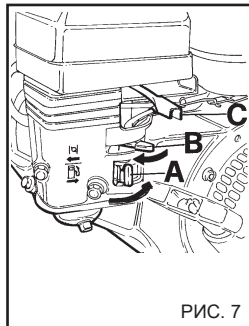

РИС. 7
1) Установите рычаг топливного крана А в положение ON – открыт, рис. 7А.
2) Установите пусковой рычаг в положение с стартера, рис. 7В; если двигатель прогрет, эту операцию выполнять не нужно.
5) После того, как двигатель запущен, переведите пусковой рычаг, рис. 7В, в первоначальное положение.
2) Установите рычаг топливного крана в положение OFF – закрыт, рис. 7А.